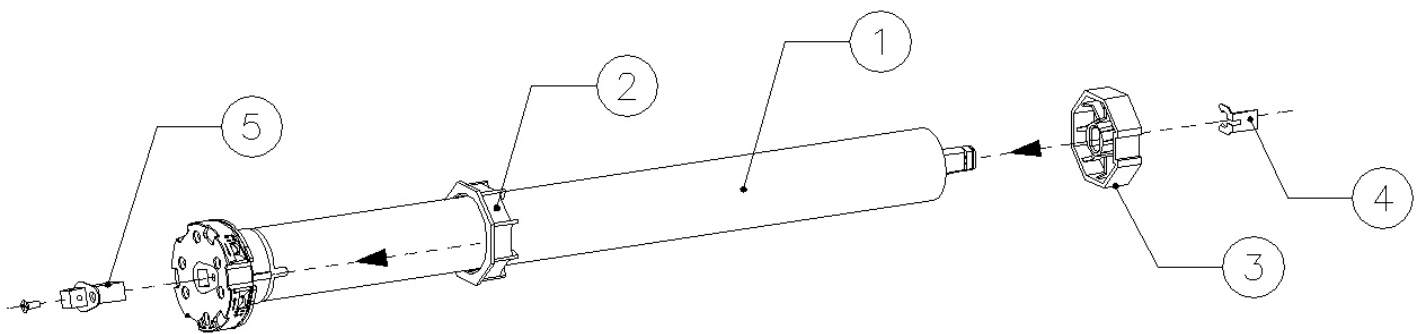
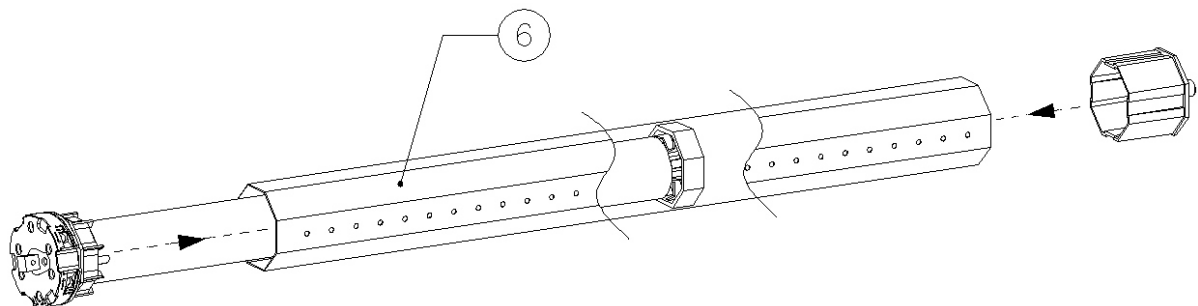
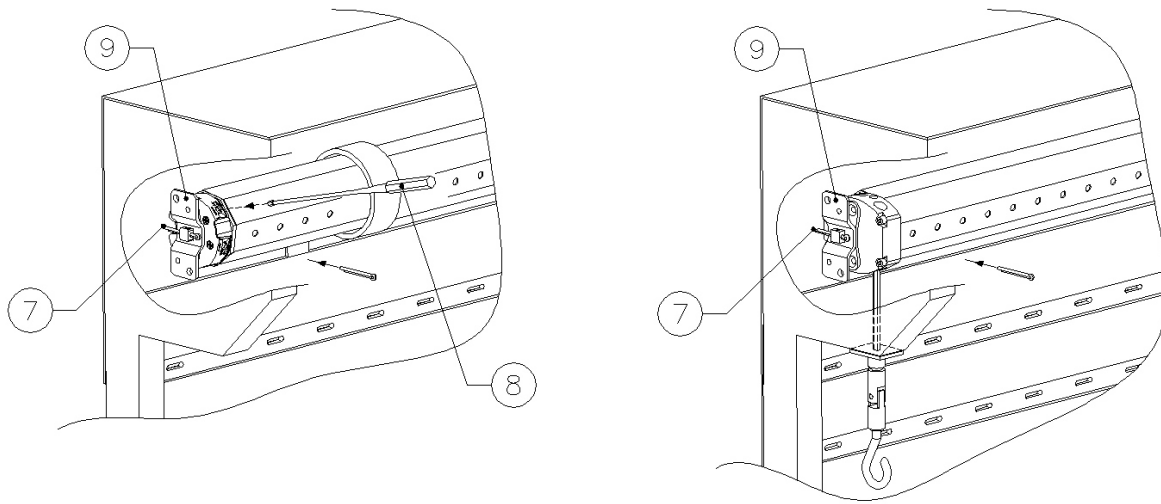

Fig.1
Fig.2
Fig.3
Facendo riferimento allo schema di montaggio, preparare il motoriduttore con la seguente sequenza di operazioni: **A)** Infilare la corona del finecorsa (2) sul motoriduttore (1) fino ad inserirsi nel corrispondente anello di finecorsa facendo combaciare le due scanalature; spingere fino alla battuta come indicato nella fig. 1. Inserire la puleggia di trascinamento (3) sull'albero del motore e bloccarla con relativo fermo (4). Applicare l'adattatore per staffa (5) sulla testa del finecorsa bloccando con le apposite vite date in dotazione. **B)** Introdurre il motoriduttore così assemblato nel tubo di avvolgimento (6) fino ad inserire anche l'estremità della corona (2), (vedi fig. 2). Fissare la puleggia di trascinamento (3) al tubo di avvolgimento (6) mediante una vite in modo tale da evitare possibili slittamenti e movimenti assiali del motore. **C)** Infine bloccare la testa del motoriduttore all'apposita staffa (9) mediante la copiglia (7) data in dotazione (fig.3). **D)** Prima di agganciare il telo al rullo eseguire il collegamento elettrico come mostrato in fig. 4. **E)** Premere il pulsante di salita o discesa per verificare la rotazione del rullo nel senso di avvolgimento e/o svolgimento del telo (in caso contrario invertire i cavi nero e marrone. A questo punto, premere il pulsante di discesa fino al completo arresto della rotazione del rullo. Agganciare il telo al rullo, e premere il pulsante di salita fino a quando il telo si ferma. Procedere ora con la regolazione dei finecorsa, attraverso l'apposito regolatore (8).
En référence au schéma de montage, préparer le motoréducteur en suivant ces instructions: **A)** Enfiler la couronne du fin-de-course (2) sur le motoréducteur (1) jusqu'à son insertion dans l'anneau de fin-de-course en faisant coïncider les deux rainures; pousser jusqu'à la feuillure, comme indiqué à la fig.1. Insérer la poulie d'entraînement (3) sur l'arbre du moteur et la bloquer avec un arrêt (4). Appliquer l'adaptateur pour support (5) sur la tête du fin-de-course en bloquant avec les vis fournies. **B)** Introduire le motoréducteur assemblé dans le tuyau d'enroulement (6) jusqu'à l'insertion de l'extrémité de la couronne (2), (cf. fig. 2). Fixer la poulie d'entraînement (3) au tuyau d'enroulement (6) à l'aide d'une vis afin d'éviter les éventuels glissements et les mouvements axiaux du moteur. **C)** Enfin, bloquer la tête du motoréducteur à la bride (9) à l'aide de la goupille (7) fournie (fig.3). **D)** Avant d'accrocher la toile au rouleau effectuer le branchement électrique comme indiqué à la fig. 4. **E)** Appuyer sur la touche de remontée ou de descente afin de vérifier la rotation du rouleau dans le sens d'enroulement e/ou de déroulement de la toile (dans le cas contraire, inverser les câbles noir et marron). A ce niveau, appuyer sur le bouton de descente jusqu'à l'arrêt complet de la rotation du rouleau. Accrocher la toile au rouleau et appuyer sur le bouton de remontée jusqu'à l'arrêt de la toile. Procéder à présent au réglage des fin-de-course, à l'aide du régulateur (8).
Using the assembly diagram as your reference, prepare the gearmotor in the following operating sequence: **A)** Insert the rim of the limit switch (2) into the gearmotor (1) until it enters the corresponding run control ring and the two grooves engage. Push it up to the mechanical stop as indicated in figure 1. Place the driving pulley (3) onto the transmission shaft and block it with the corresponding retainers. (4). Fix the adaptor for the retaining bracket (5) onto the head of the limit switch with the screws provided. **B)** Introduce the gearmotor thus assembled into the winding spindle (6) until it inserts into the extremity of the rim (2), (see figure 2). Fix the driving pulley (3) to the winding spindle (6) by a screw to prevent the motor from sliding or moving axially. **C)** Finally block the head of the gearmotor onto the corresponding retaining bracket (9) using the splint pin (7) provided (figure 3). **D)** Before hooking awning to the winding spindle make the electric connections as illustrated in figure 4. **E)** Press the lifting and closing button to check that the winding spindle moves in the correct direction for winding and/or unwinding the awning (if the direction is incorrect invert the black and brown wires). At this point, press the closing button until the winding spindle stops. Attach the awning to the winding spindle and press the lifting button until the awning stops. Now regulate the limit switch, using the apposite adjustment (8).
Haciendo referencia al esquema de montaje, preparar el motorreductor en la siguiente secuencia de operaciones: **A)** Introducir la corona de final de recorrido (2) en el motorreductor (1) hasta colocarlo en el correspondiente anillo de final de recorrido haciendo coincidir las dos ranuras; empujar hasta el tope como se indica en la fig. 1. Introducir la polea de arrastre (3) en el árbol del motor y bloquearla con su correspondiente cierre (4). Aplicar el adaptador para abrazadera (5) en la extremidad del final de recorrido bloqueándolo con los tornillos que se incluyen. **B)** Introducir el motorreductor montado de esta forma en el tubo de recogida (6) hasta introducir también las extremidades de la corona (2), (ver fig. 2). Fijar la polea de arrastre (3) al tubo de recogida (6) con un tornillo, de forma que se eviten posibles deslizamientos y movimientos axiales del motor. **C)** Al final bloquear la extremidad del motorreductor en la abrazadera (9) mediante la chaveta (7) que se entrega (fig.3). **D)** Antes de enganchar la tela al rodillo realizar la conexión eléctrica como se muestra en la fig. 4. **E)** Presionar el pulsador de subida y bajada para comprobar la rotación del rodillo en la recogida y/o como se desenrolla la tela (en caso contrario invertir los cables negro y marrón) A este punto, presionar el pulsador de bajada hasta la completa parada de la rotación del rodillo. Enganchar la tela al rodillo y presionar el pulsador de subida hasta que se pare la tela. Proceder entonces con la regulación del final de recorrido a través del regulador (8).
Unter Hinweis auf das Montageschema sind die Rohrmotor mit der nachstehenden Aufeinanderfolge von Operationen vorzubereiten: **A)** Den Endanschlagkranz (2) auf den Rohrmotor (1) stecken, bis er in den entsprechenden Endanschlagring eingefügt ist, wobei die zwei Rillen auf einander passen müssen; bis zum Anschlag drücken, wie in Abb. 1 gezeigt. Die Mitnehmscheibe (3) auf der Motorwelle einfügen und mit der entsprechenden Befestigung blockieren (4). Den Adapter für den Bügel (5) auf dem Kopf des Endanschlags applizieren und mit den eigens beigelegten Schrauben blockieren. **B)** Den auf diese Weise montierten Motor in das Aufwicklungsrohr (6) einfügen, bis auch die Extremitäten des Kranzes (2) eingefügt sind. (Siehe Abb. 2). Die Mitnehmscheibe (3) auf dem Aufwicklungsrohr (6) mittels einer Schraube derart befestigen, dass eventuelle Rutschbewegungen oder axiale Bewegungen des Motors vermieden werden. **C)** Schließlich den Kopf des Motors auf dem eigens vorgesehenen Bügel (9) mittels des beigelegten Splints (7) blockieren (Abb. 3). **D)** Vor der Befestigung der Markise an der Rolle ist die elektrische Verbindung wie auf Abb. 4 gezeigt herzustellen. **E)** Die Taste für das Heben und Senken drücken, um die Rotation der Rolle im Aufwicklungs- und/oder Abwicklungssinn der Markise zu prüfen (im gegenteiligen Fall ist das schwarze und das braune Kabel umzukehren). An diesem Punkt die Taste für das Senken bis zum völligen Stillstand der Rotation der Rolle drücken. Die Markise an die Rolle anhaken und die Hebetaste solange drücken, bis die Markise anhält. Den Endanschlag mit Hilfe des geeigneten Reglers einstellen (8).
Consultando o esquema de montagem, preparar o motorreductor com a seguinte sequência de operações: **A)** Enfiar a coroa do fim-de-percurso (2) no motorreductor (1) até que se introduza no anel de fim-de-percurso correspondente fazendo juntar as duas ranhuras, empurrar até que se assente como está indicado na fig. 1. Introduzir a roldana de arremetamento (3) no eixo do motor e bloqueá-la com o stop relativo (4). Aplicar o adaptador para suporte (5) no cabeçote do fim-de-percurso bloqueando com os parafusos apropriados fornecidos. **B)** Introduzir o motorreductor montado desta maneira no tubo de enrolamento (6) até que a extremidade da coroa se fique introduzida também (2), (veja fig. 2). Fixar a roldana de arrastamento (3) no tubo de enrolamento (6) mediante um parafuso de tal maneira que evite possíveis escorregadelas e movimentos axiais do motor. **C)** Por fim bloquear o cabeçote do motorreductor no suporte apropriado (9) mediante o perno (7) fornecido (fig. 3). **D)** Antes de enganchar o toldo ao rolo realizar a conexão elétrica como está mostrado na fig. 4. **E)** Pressionar o botão de subida ou de descida para verificar a rotação do rolo no sentido de enrolamento e/ou desenrolamento do toldo (caso contrário inverti os cabos preto e marrom). A esta altura, pressionar o botão de descida até que a rotação do rolo pare completamente. Enganchar o toldo ao rolo, e pressionar o botão de subida até que o toldo pare. A partir de então continuar fazendo a regulação do fim-de-percurso, por meio do regulador apropriado (8).